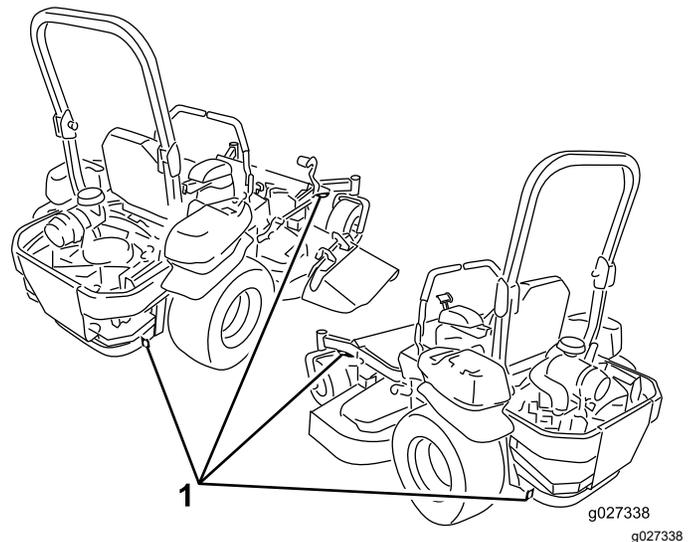

Figura 41
6. Amarre la máquina junto a las ruedas giratorias delanteras y el guardabarros trasero con correas, cadenas, cables o cuerdas (Figura 41). Consulte la normativa local respecto a los requisitos de amarre.